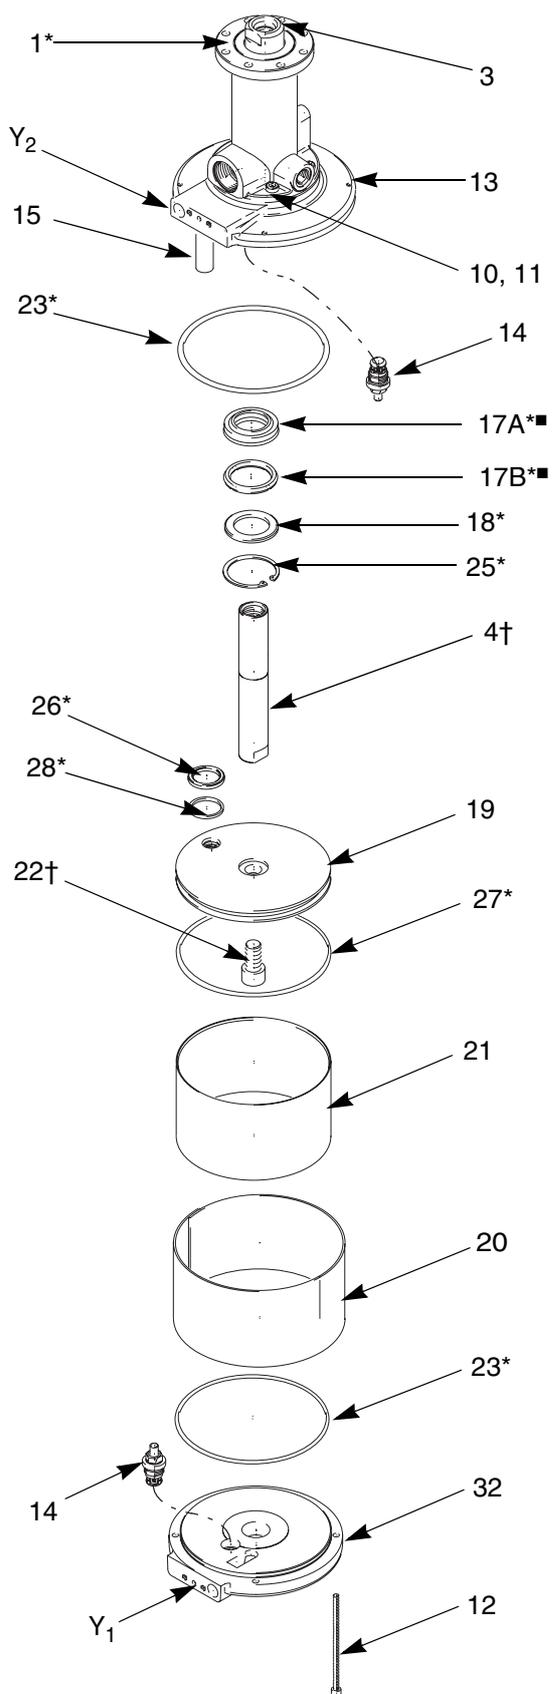

Fig. 8
2. Desmonte la válvula de aire (29) y las juntas (34*) (página 19).
3. Retire los tornillos (12). Retire la tapa del cilindro (32) del motor neumático. Retire la válvula piloto (14) y la junta tórica (23*) de la tapa. Vea FIG. 8.
4. Retire la tapa redonda (20) y el cilindro (21). Inspeccione la superficie interna del cilindro en busca de arañazos u otros daños. Vea FIG. 8.
5. Retire los tornillos (10) y las arandelas de seguridad (11). Compruebe que el pistón (19) está en posición completamente extendida (el encarte roscado (3) sobresale por la parte superior del alojamiento).
6. Retire el encarte roscado (3) de la parte superior del alojamiento y saque el pistón (19) y el eje (4†) por la parte inferior del alojamiento. Para evitar daños en el eje, no incline el pistón. Retire la junta tórica (27*). Vea FIG. 8.
7. Inspeccione el eje del pistón (4†) en busca de signos de desgaste o daños. Si el eje está dañado, desarme el conjunto del pistón. Conserve el pistón (19) para volver a utilizarlo. Deseche el eje del pistón (4†) y el tornillo de la tapa (22†). Estas piezas deben reemplazarse juntas.
8. Retire la junta tórica (23*) y la válvula piloto (14) de la base del motor neumático (13). Utilice la herramienta de extracción de clips para sacar el clip en c (25*), y después saque la arandela (18*), el anillo y el sello (17A* y 17B*). Anote la orientación de estas piezas. Vea FIG. 8.
1. Lubrique la junta tórica y el núcleo central de la base (13). Instale el sello (17B*) con la ranura dirigida en dirección contraria a los fuelles, y después instale el anillo (17A*) en la ranura con las muescas dirigidas hacia arriba. Instale la arandela (18*) con el lado plano dirigido hacia arriba, y después el anillo de retención (25*). Vea FIG. 8.
2. Instale la junta tórica (23*) y la válvula piloto (14) en la base del motor neumático. Apriete la válvula piloto a un par de 25 N.m.
3. Si había desarmado el pistón, vuelva a montar el tornillo de la tapa (22†), el pistón (19) y el eje (4†), utilizando Loctite® del kit en las roscas. Vea FIG. 8. Asegúrese de que la parte plana del pistón está dirigida hacia abajo. Apriete el tornillo de la tapa a un par de 150–163 N.m.
5. Coloque la junta tórica (27*) en el pistón (19). Engrase el eje del pistón (4†) y la junta tórica (27*), e introduzca cuidadosamente el eje del pistón por el orificio de la base (13). Alinee el orificio del pistón con el perno de orientación (15) de la base hasta que el pistón descansa contra la base.
6. Instale las arandelas de seguridad (11) y los tornillos (10). Apriete a un par de 10–11 N.m.
8. Instale el encarte roscado (3) en el extremo del eje desde el lado opuesto, y apriételo.
9. Engrase abundantemente la mitad inferior de la superficie interna del cilindro (21). Instale el cilindro y la tapa lateral (20). Vea FIG. 8.
10. Instale la junta tórica (23*) y la válvula piloto (14) en la superior interior de la tapa inferior (32). Apriete la válvula piloto a un par de 25 N.m. Lubrique la junta tórica. Instale la tapa inferior (32), asegurándose de que el orificio de la válvula de aire (Y₁) está orientado en la misma dirección que el orificio de la base (Y₂). Apriete los tornillos (12) a un par de 10–11 N.m. Vea FIG. 8.